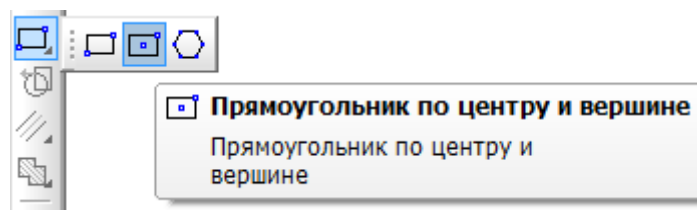

Рис. 3
- вызовите **Панель расширенных команд** кнопки **Прямоугольник** и выберите **по центру и вершине** (рис. 3);